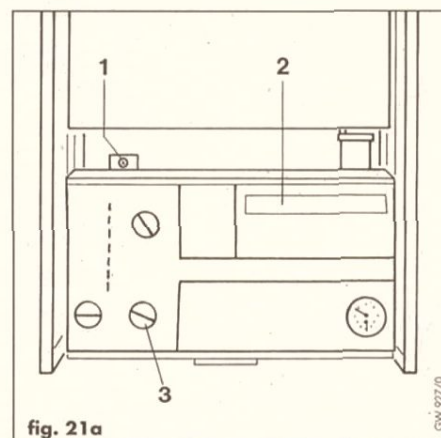

fig. 21a
- Posizionare il selettore (3, fig. 21a) su **IIII**.
- Togliere la vite (1, fig. 21a) ed abbassare il pannello comandi.
- a) Togliere la vite (1, fig. 21a) ed abbassare il pannello comandi.